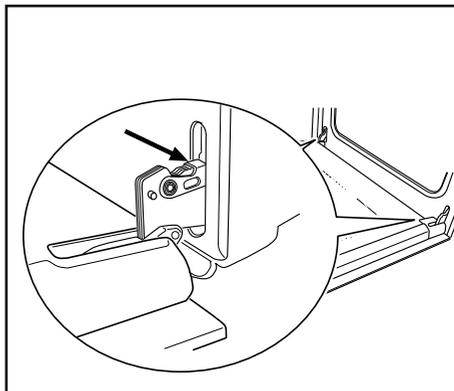

Рис. 23
1. Полностью откройте дверцу и найдите две петли, с помощью которых она крепится к корпусу духового шкафа (Рис. 23).